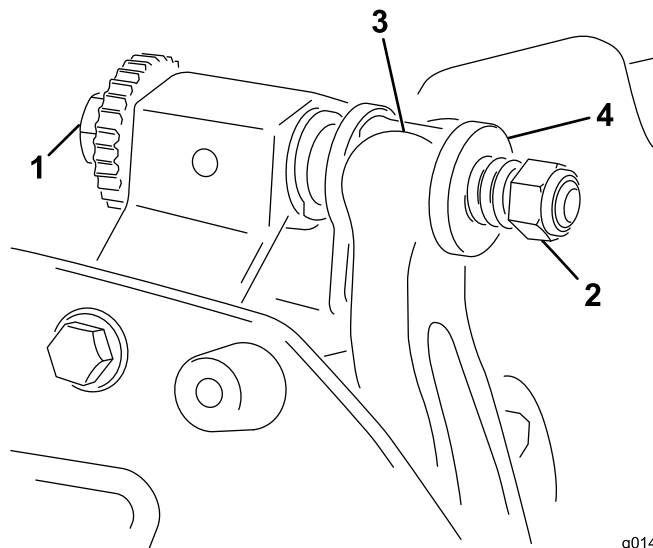

Figura 13
1. Ruotate la vite di regolazione della barra di appoggio in senso antiorario per allontanare la controlama dal cilindro (Figura 13).
2. Allentate il dado di tensione della molla finché la rondella non sarà più in tensione contro la barra di appoggio (Figura 13).
1. Montate la barra di appoggio, posizionando gli attacchi di montaggio tra le rondelle e la vite di regolazione della barra di appoggio (Figura 13).